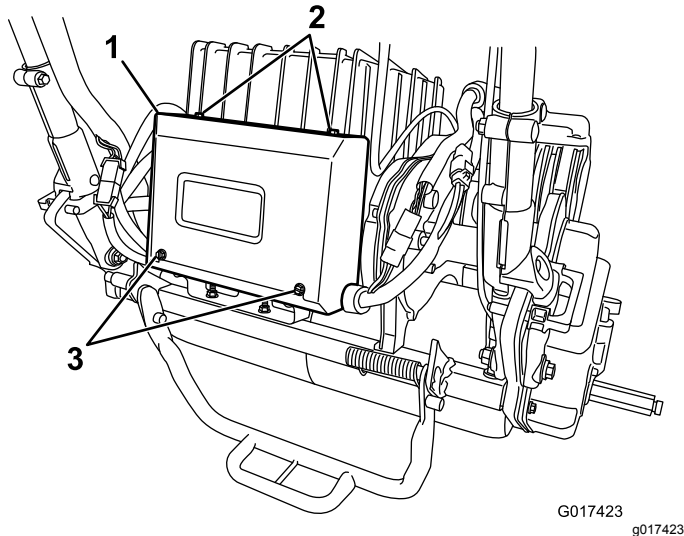

Figura 41
2. Retire os 2 parafusos traseiros da caixa elétrica, desaperte os 2 parafusos superiores e, em seguida, retire a cobertura da caixa (Figura 41).